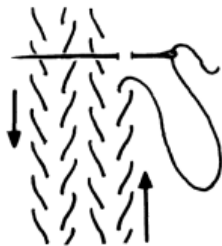

Рис. 263
5. Стегальные стежки: их выполнение описано далее в подразделе «Стегальные стежки», рис. 263. Но для начала прочитайте следующее.
— Запомните, что важно начать с края и покрыть параллельными рядами стежков всю поверхность воротника (теперь перейдите к подразделу «Стегальные стежки», рис. 263).
— Для правильного выполнения этого вида стежков читайте далее «Стегальные стежки», рис. 263.
— На лацкане, как и на воротнике, покройте параллельными рядами стежков весь обозначенный участок (см. рис. 263), при этом позволяйте изделию «закатываться» под вашими пальцами. Один за другим убирайте начинающие мешать наметочные стежки.
2. Вводите иглу горизонтально, словно делаете стежок «вперед иголку» (см. напротив рис. 263), так, чтобы нить, идущая от предыдущего стежка, размещалась по вытянутой наклонной линии длиной 0,6–0,7 см (в среднем).
3. Проложите следующий ряд стежков, параллельно предыдущему на расстоянии 0,2–0,3 см, в противоположном направлении, т. е. один стежок снизу вверх, другой — сверху вниз и т. д. (см. стрелки на рис. 263).
— Стежки прокладываются не на одном уровне со стежками соседнего ряда, но на середине их высоты (рис. 263).